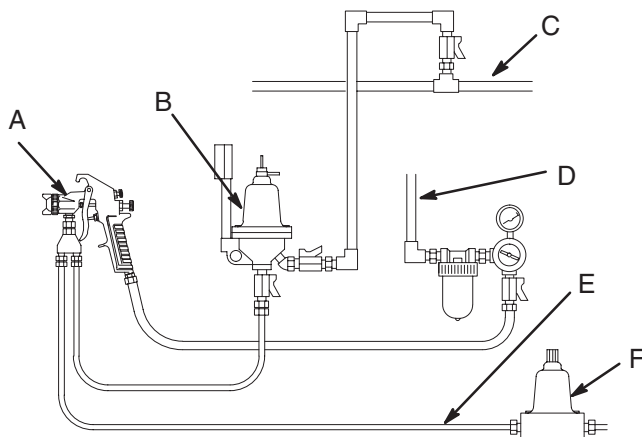
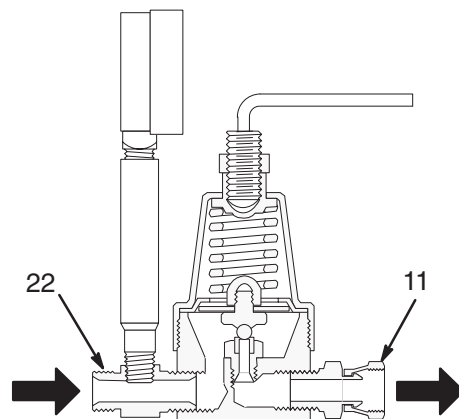

Fig. 1
Fig. 2
Installer le régulateur sur la ligne de retour des pistolets de pulvérisation, en aval du dernier pistolet. Voir la Fig. 1. Brancher la ligne de retour à l'entrée 3/8 npsm(m) (22) et à la sortie 3/8 npsm(f) (11). S'assurer que les branchements correspondent bien au sens d'écoulement dans la ligne. Voir la Fig. 2.